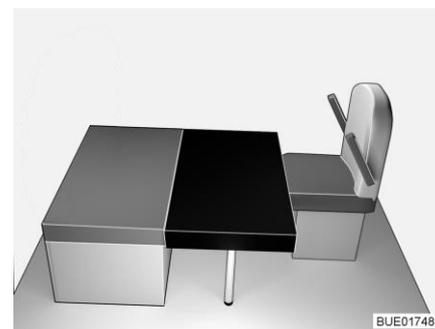

Bild 156 Nach dem Umbau
- Das rechteckige Zusatzpolster auf den Tisch legen (vor das Sitzpolster der Sitzbank, siehe Bild 156). Der Ausschnitt im Zusatzpolster liegt dabei an der vorderen Stützwand.